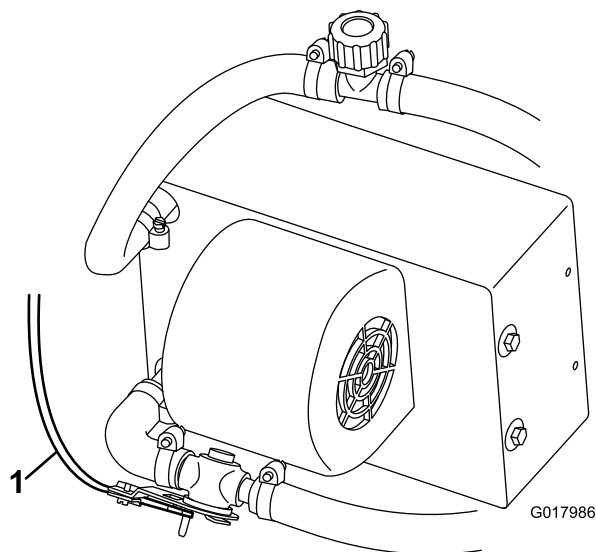

Figura 30
9. Encaminhe e ligue o cabo do controlo do aquecedor à válvula do aquecedor (Figura 30).